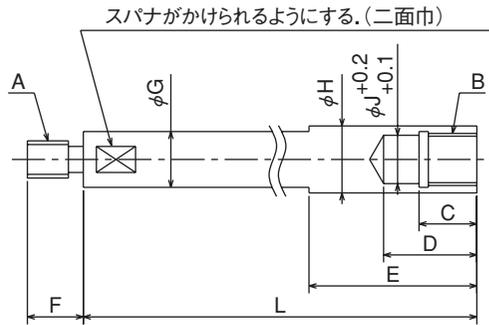

図 12
- ・ドローバーは図 12 の寸法 H を守り、引張り強さ 380MPa (38kgf/mm2) 以上の材質を使用する必要がある。